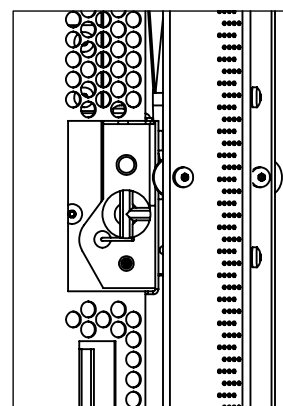

Figure 24. Assemblage de la pilote à côté du brûleur
8. Re-installer le brûleur, des panneaux de céramique, connectez-vous fixés et porte en verre. Voir aussi INSTALLATION SECONDAIRE - INSTALLATION DES RONDINS ET LA BRAISES. Lors du ré-installer le brûleur, veiller à ce que le brûleur à la relation capuchon de la veilleuse est similaire à ce qui est montré (voyez Figure 24).